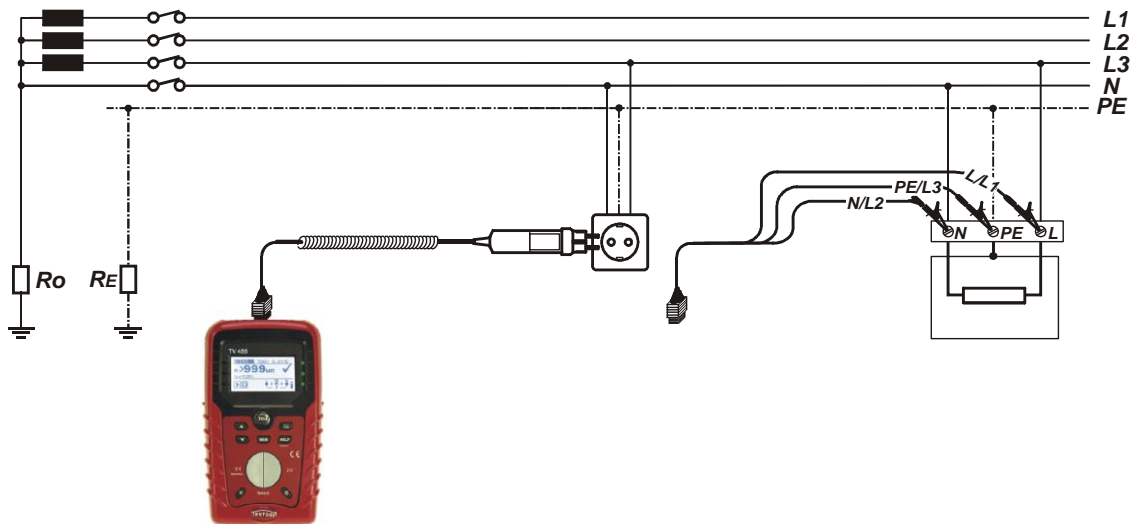

Figura 5.24: Collegamento del cavo a spina e del puntale a 3 fili
- ❑ **Collegare** i puntali all'elemento da testare (vedere figura 5.24 e 5.17).